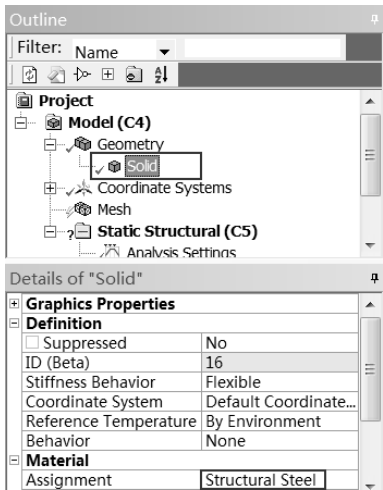

图 14-55 添加材料
Step2：如图 14-55 所示，此时 Structural Steel 材料已经被自动赋予模型。